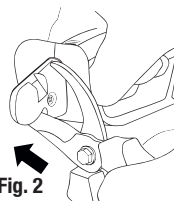

Fig. 2
4. Push sharpener over cutting edge from one end to the other while applying moderate downward pressure. Follow contour of blade. (see Fig. 2)
4. Poussez l'affûteur sur toute la longueur du tranchant de la lame en exerçant une pression modérée vers le bas. Suivez le contour de la lame (voir fig. 2).
4. Empuje el afilador sobre el borde cortante desde un extremo al otro mientras aplica presión moderada hacia abajo. Siga el contorno de la hoja. (Ver Fig. 2)